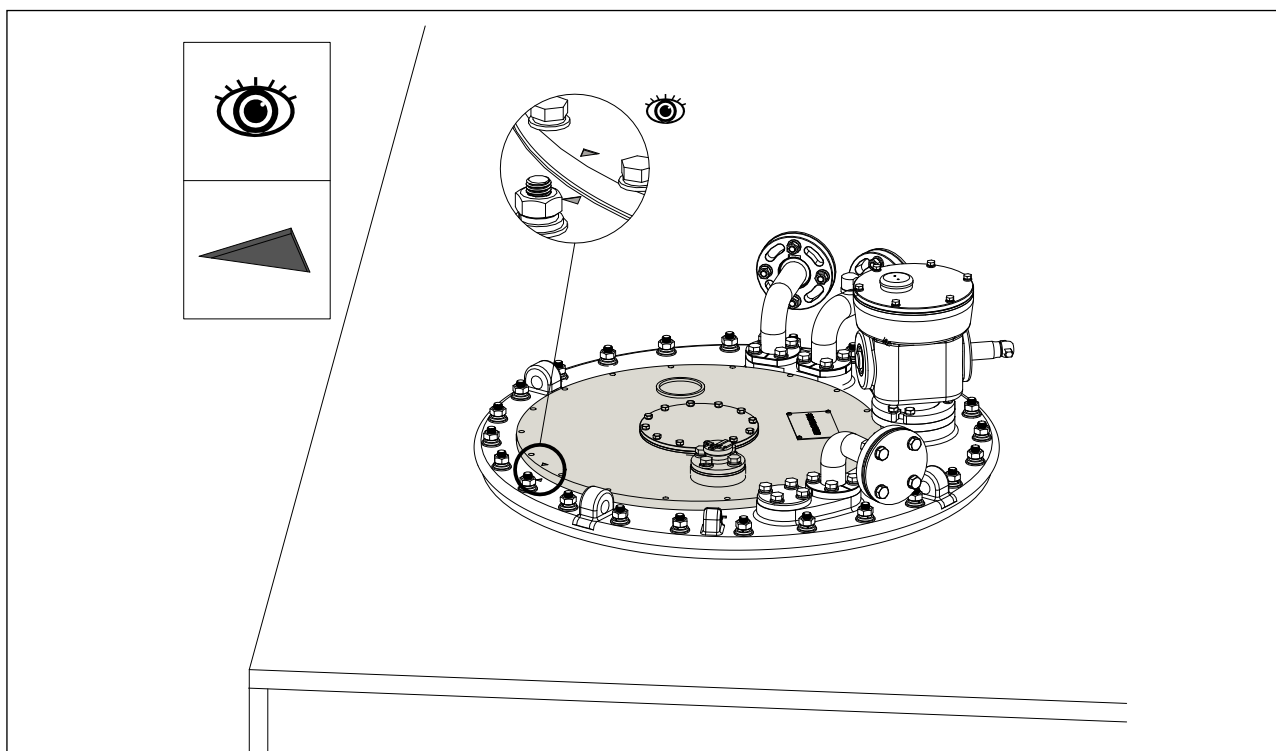

图 5-29 将顶盖放置在 OLTC 安装法兰上
3. 将顶盖放置在 OLTC 安装法兰上（见图 5-29）。